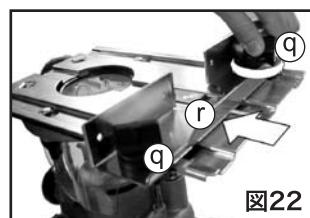

図22
4. フェンスノブ⑨をゆるめて
フェンス⑩をベースに取りつけます。(図22参照)